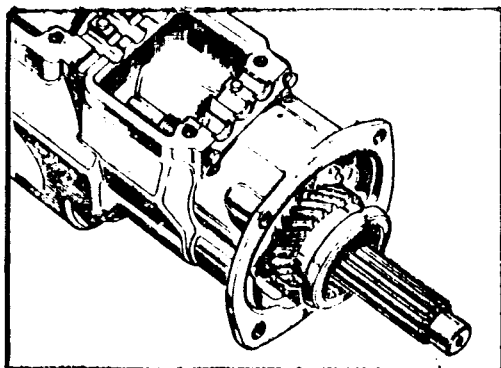

Fig. C-95 Extracción del eje principal
- 1.8. Acoplar el útil 191685 para el desmontaje del eje principal en la parte posterior del cárter de la caja de velocidades, de forma que al actuar sobre el tornillo del útil, éste, desplace al eje principal hacia la parte delantera (Fig. C-95).